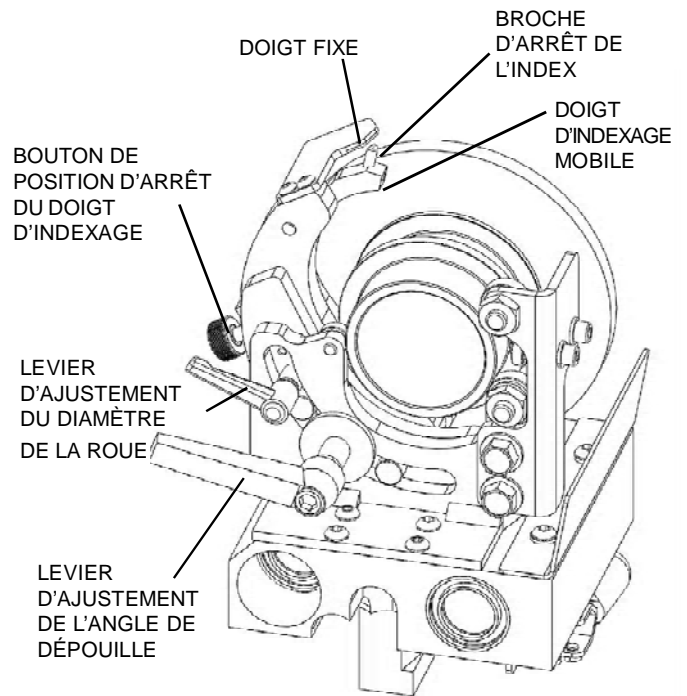

Figure 24.
À ce stade, si nécessaire, vous pouvez ajuster l'angle de dépouille en ajustant la position du doigt de rectification. Pour effectuer cet ajustement desserrer le levier d'ajustement de l'angle de dépouille. Voir la figure 24. La rotation du système de doigt vers le bas augmentera l'angle de dépouille et en tournant le système de doigt vers le haut diminue l'angle de dépouille. Le réglage de l'angle de dépouille ou la position d'arrêt du doigt d'indexage est plus facile avec la tête de rectification sur le côté gauche du cylindre.
Une fois que vous avez la meulette positionnée avec une lame de cylindre reposant sur le haut point du doigt de rectification fixe, régler la butée du doigt d'indexage. Il devrait y avoir environ 1/32 po [0,8 mm] à 1/16 po [1,5 mm] de jeu du doigt d'indexage à l'arrière de la lame. Le doigt d'indexage est à ressort à la position vers le haut ou contre le dos de la lame du cylindre. Pour vérifier le jeu, appuyer sur le doigt d'indexage. Voir la figure 24. S'il n'y a pas de jeu du doigt d'indexage vous voulez tourner le bouton de position de la butée ajustable du doigt d'indexage dans le sens contraire des aiguilles d'une montre. S'il y a plus de 1/16 po [1,5 mm] de jeu vous voulez tourner le bouton de position de la butée ajustable du doigt d'indexage dans le sens des aiguilles d'une montre.
**IMPORTANT** : La position du doigt d'indexage doit être réglé pour arrêter la lame du cylindre et permettre la traversée vers la gauche sans que la lame ne frappe le côté du doigt de rectification. Cette position doit également permettre 1/32 po [0,8 mm] de jeu du doigt d'indexage lorsque la lame est appuyée sur le haut point du doigt d'indexage. Voir la figure 24.